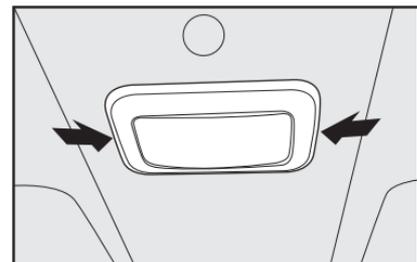

fig. 33
- Com uma chave de fenda nos pontos indicados **fig. 33**, remover o conjunto da luz interna montada a pressão pelas travas;